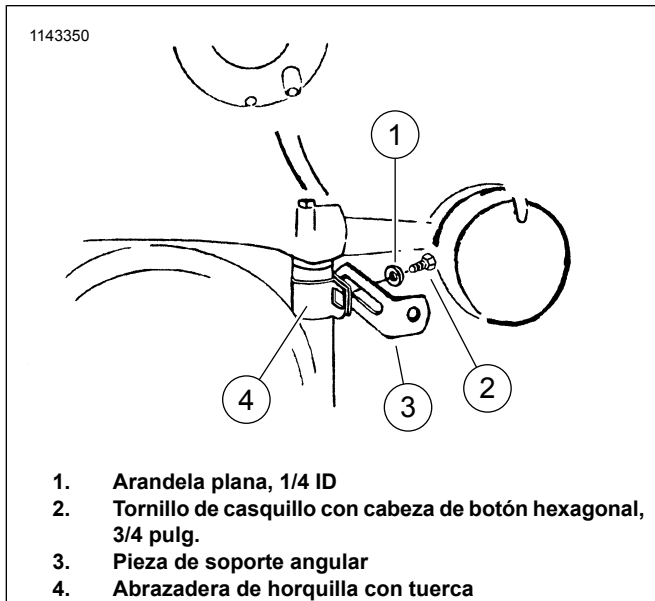

Figura 3. Monte el soporte inferior
- Ve la Figura 3. Extienda las abrazaderas de la horquilla (4) y coloque la parte superior de los tubos de la horquilla de modo que el lado plano quede al exterior y apunte hacia adelante, apriete firmemente las abrazaderas en las horquillas.
- Atornille los soportes angulares (3) a las abrazaderas de la horquilla con los tornillos de botón hexagonales (2) y las arandelas planas (1). Los extremos de las piezas de soporte angulares apuntarán hacia afuera.